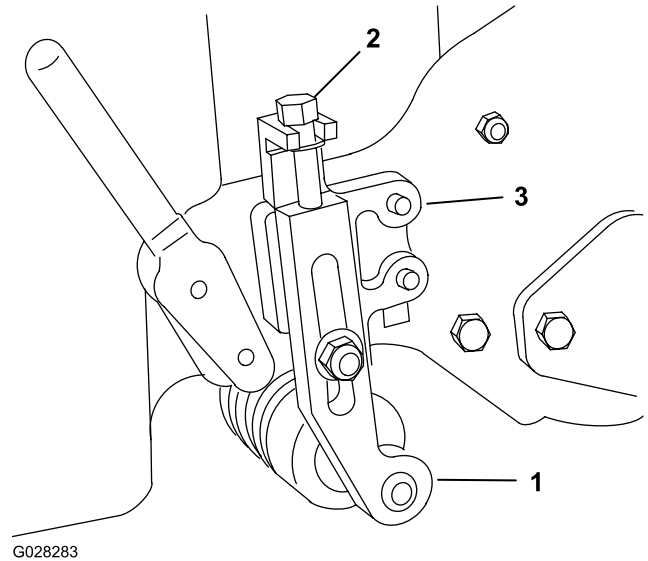

Figure 4
1. Déposez les contre-écrous de fixation des bras de hauteur de coupe sur les supports de hauteur de coupe (Figure 4).
3. Retirez la vis de réglage du bras de hauteur de coupe (Figure 4).